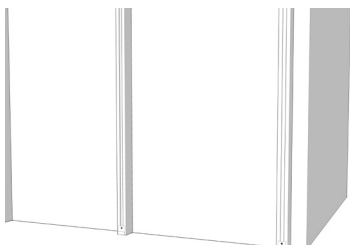

图3
- ① 安装墙板起始卡件（HLPM-030-2），如图3所示：